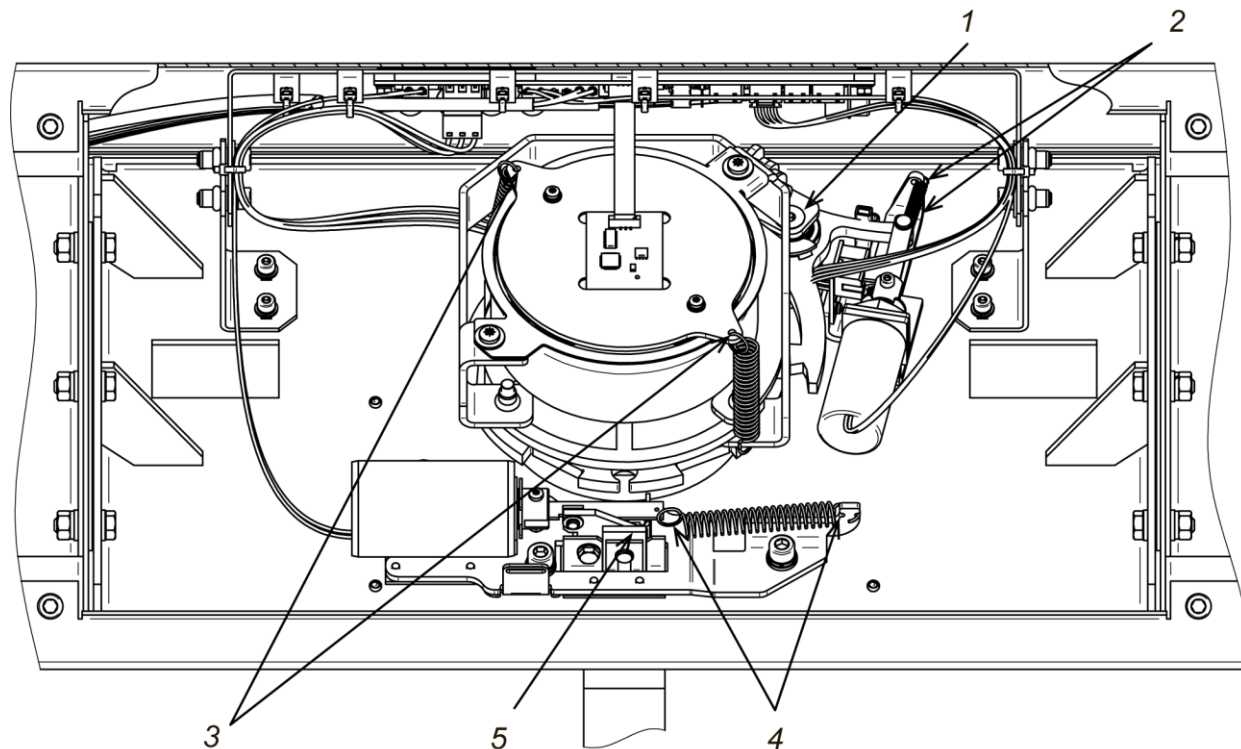

Рисунок 22. Узел вращения преграждающих планок турникета
3. Проверьте надежность крепления преграждающих планок (5) к маховику и при необходимости подтяните установочные винты крепления преграждающих планок.
5. Снимите основную крышку (2) турникета в порядке, указанном в разд. 6, и положите ее на ровную устойчивую поверхность.
- ось вращения рычага стопора (точка 1 на рис. 22) – смазкой **Chain and Rope Lube Spray – WEICON** или другой с аналогичными свойствами;
- места крепления пружин (точки 2, 3, 4 на рис. 22) – молибденовой смазкой;
- детали механизма аварийного открытия прохода (автоматического опускания преграждающей планки «Антипаника», точка 5 на рис. 22) – смазкой **Chain and Rope Lube Spray - WEICON** или другой с аналогичными свойствами.